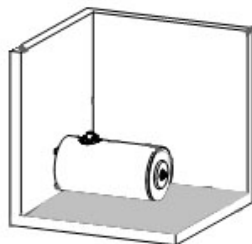

fig. 8-14: corretta (vedi sotto)
**ATTENZIONE:** per rendere efficiente il tipo di installazione della fig. 8-14 è necessario che il prelievo acqua calda e l'ingresso acqua fredda **siano invertiti**; la valvola di ritegno/sicurezza deve comunque essere sempre connessa dove è collegata l'acqua fredda.